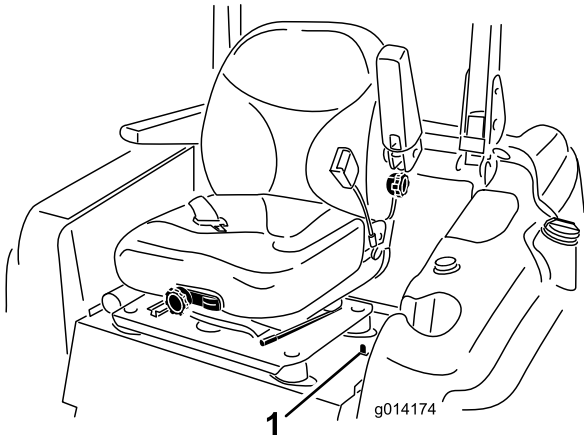

Рисунок 15
1. Для разблокировки сиденья отведите назад фиксатор сиденья, расположенный на левой стороне сиденья, и потяните вперед за верх сиденья (Рисунок 15).